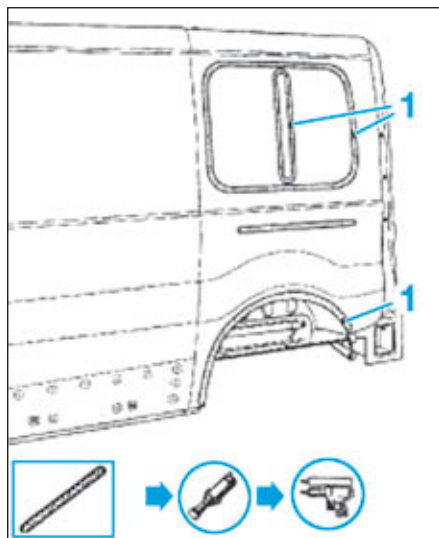

FIG.54
- Décoller les joints (1) (Fig.54).
- Mettre en place les joints (1) (Fig.54).